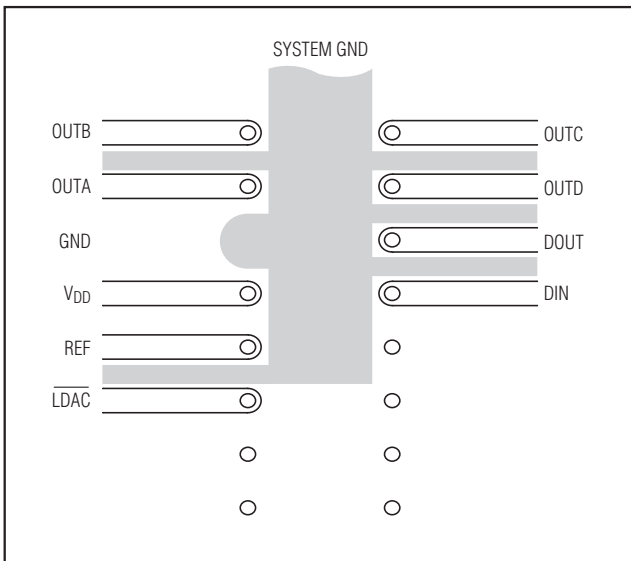

図10. クロストークを最小限に抑えるための推奨PCBレイアウト(底面図)
0.1 μ Fのコンデンサを V_{DD} 及びGNDのできるだけ近くに配置して、 V_{DD} をバイパスして下さい。PCBレイアウトに注意することによって、DAC出力とデジタル入力間のクロストークを最小限に抑えることができます。図10に、クロストークを最小限に抑えるための推奨回路ボードレイアウトを示します。